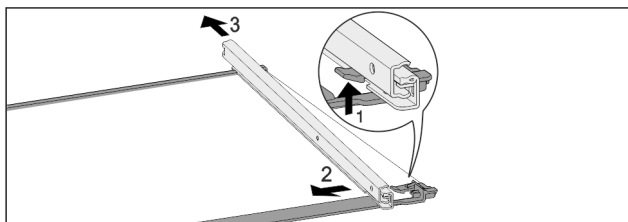

Fig. 120 Płyta szklana z szynami
- ▶ Wcisnąć przedni hak ryglujący do góry. Fig. 120 (1)
- ▶ Wsunąć prowadnicę w bok Fig. 120 (2) i do tyłu Fig. 120 (3).